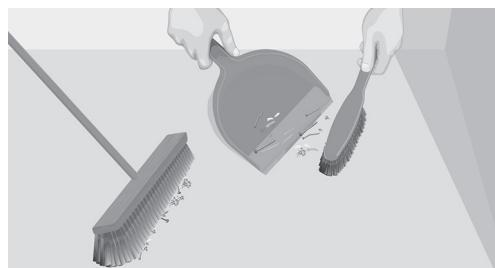

Abb. 3. Reinigung des Bodens vor der Verlegung
**5.** Reinigen Sie den Unterboden (Abb. 3). Achten Sie darauf, alle vorstehenden Nägel, Schrauben und ähnliche Gegenstände zu entfernen.